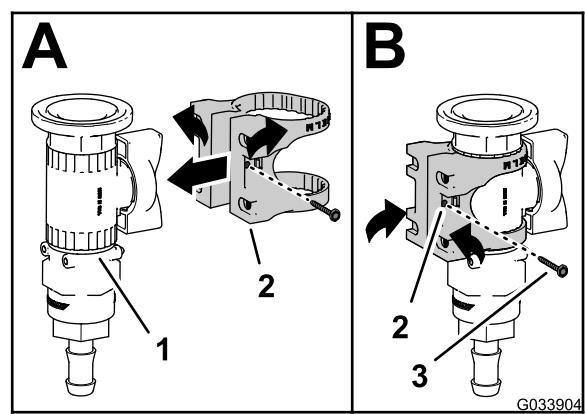

Figura 14
1. Monte el soporte de la válvula en la válvula de control, como se muestra en la Figura 14, A.
- Sujete el soporte de la válvula a la válvula de control con el tornillo con arandela prensada (N.º 6), y apriete el tornillo a mano (Figura 14, B).
2. Monte el soporte de la válvula en la válvula de control, como se muestra en la Figura 14, A.
3. Sujete el soporte de la válvula a la válvula de control con el tornillo con arandela prensada (N.º 6), y apriete el tornillo a mano (Figura 14, B).